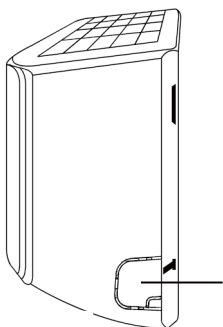

Fig 3.3
2. Si le trou de la paroi est derrière l'appareil, maintenir le panneau d'estampage en place. Si le trou du mur se trouve à côté de l'unité intérieure, enlever le panneau d'estampage en plastique de ce côté de l'unité. (Voir Fig. 3.3). Cela va créer une fente à travers votre tuyauterie qui vous permettra de retirer l'unité. Utilisez une pince à bec si le panneau en plastique est trop difficile à enlever à la main.